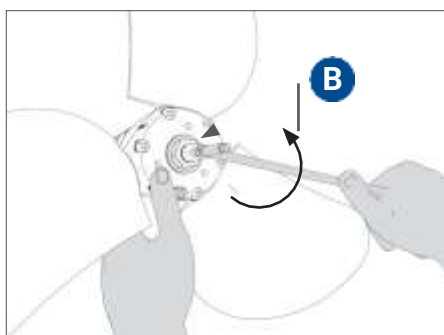

FIG. 34 Svitare il bullone di sicurezza "B"
- Allentare il bullone di sicurezza **B** (se presente) in senso antiorario (Fig. 34).